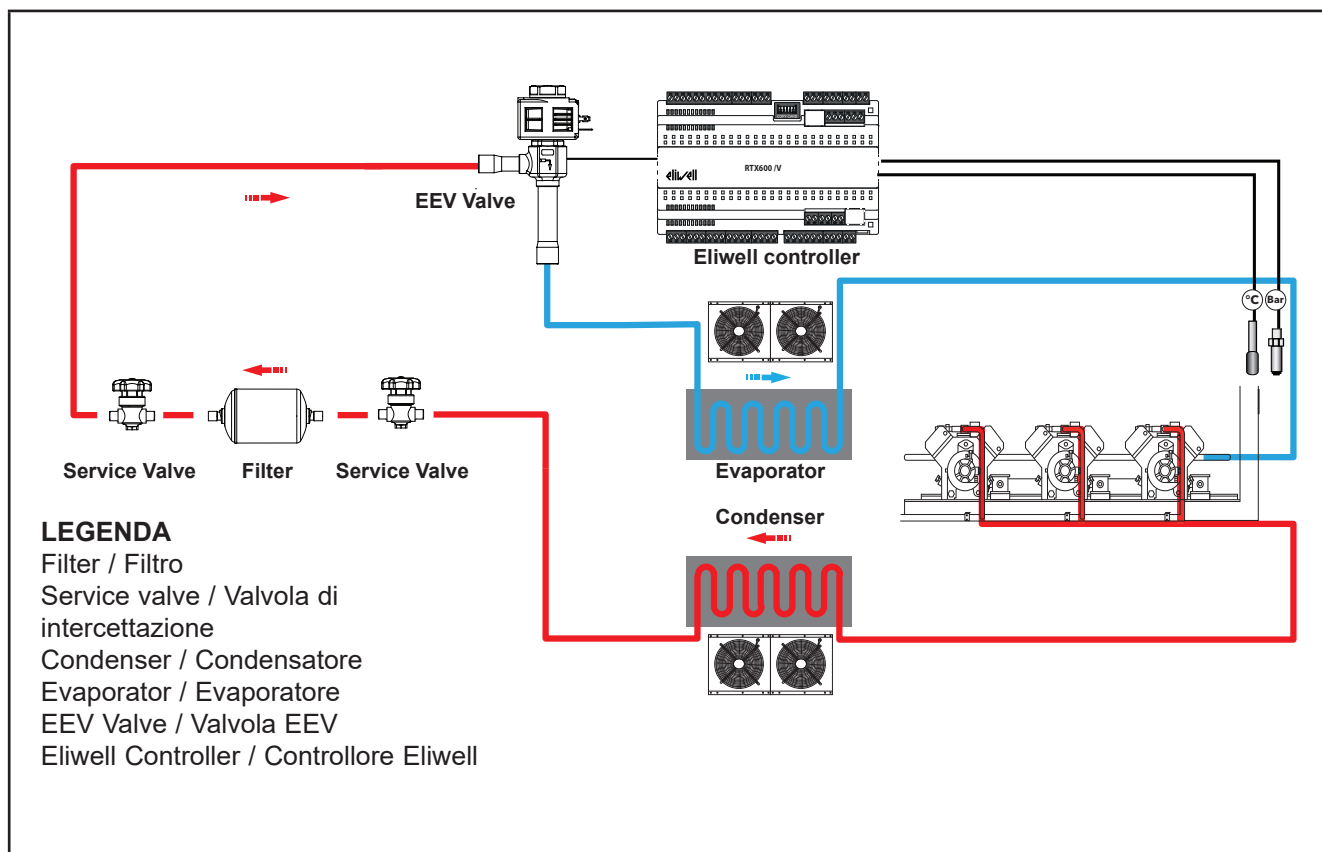

Fig. 5. Esempio applicazione
(3) Assicurarsi che nell'impianto sia installato un filtro principale per evitare l'intasamento dei componenti interni della valvola a causa di impurità durante il funzionamento. Vedi Fig.5.